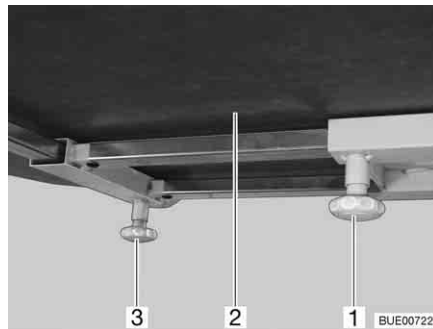

Fig. 120 Desplazar el tablero de la mesa (alternativa)
- Aflojar el tornillo moleteado (Fig. 120,1).
- Desplazar a la posición deseada el tablero de la mesa (Fig. 120,2).
- Aflojar el tornillo moleteado (Fig. 120,3).